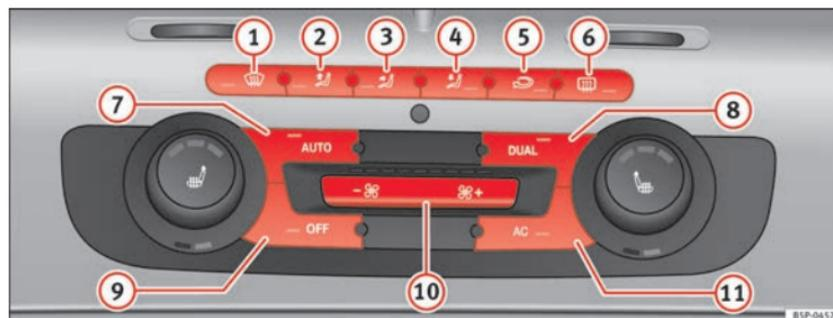

Fig. 135 Mandos del 2C-Climatronic en el tablero de instrumentos.
⇒ página 174, fig. 135  al , o pulse las teclas de la turbina . La función seleccionada aparecerá en el display de la radio del navegador.
- Pulse la tecla  ⇒ página 174, fig. 135  para conectar o desconectar la recirculación de aire. Está conectada si en el display aparece el símbolo . ▶